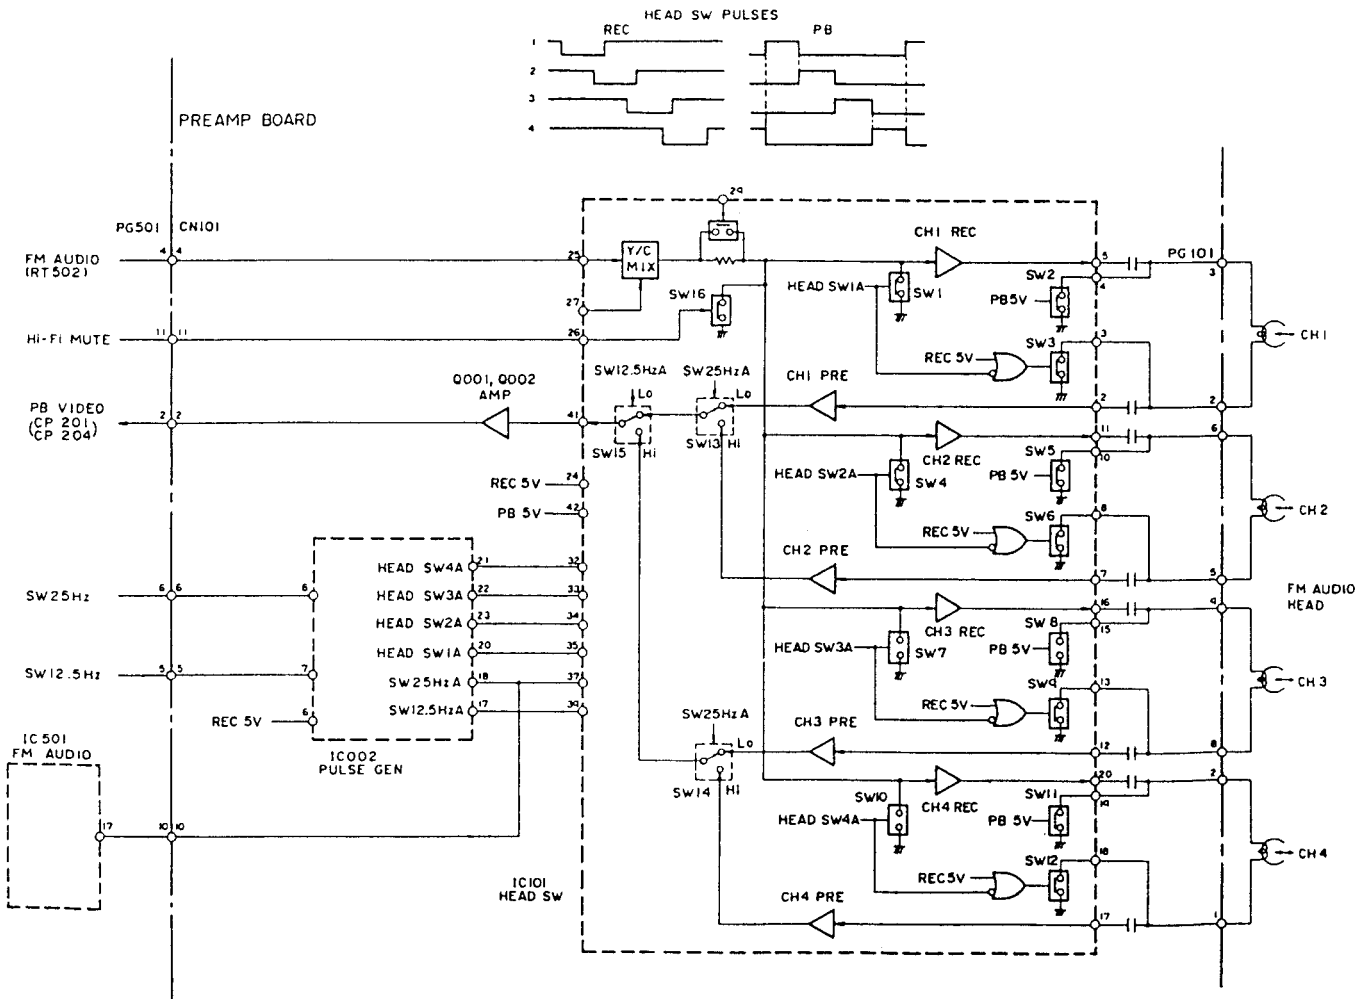

Abb. 6-3 HiFi-Audio-Kopfwechsel-Schaltkreis
3-2 Normaler Audio-Schaltkreis (Abb. 6-3)
4. HiFi-Audiosignal-Verarbeitungsschaltkreis (Abb. 6-3 -6-5)